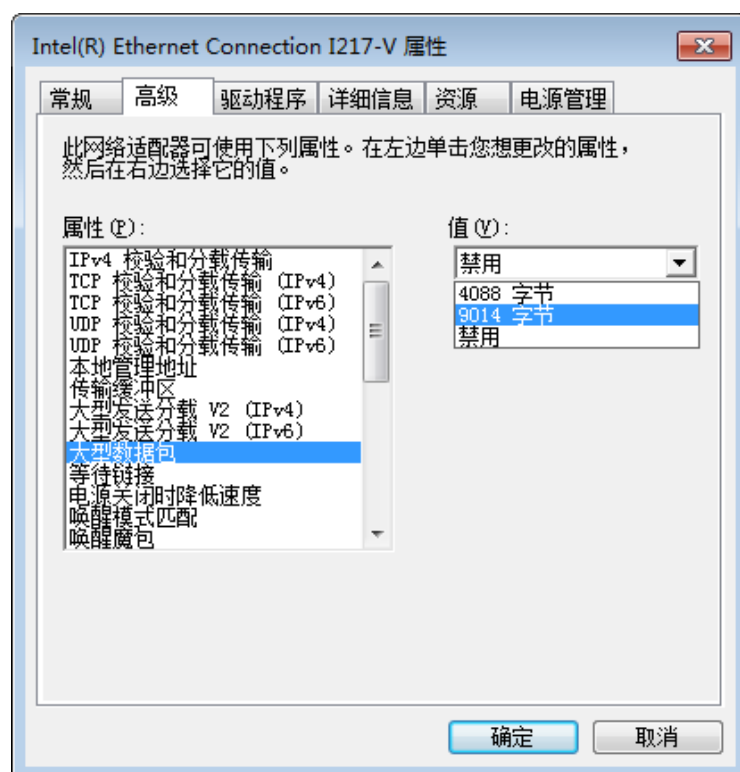

图3-3 网卡高级属性
- 依次点击控制面板—>硬件和声音—>设备管理器—>网络适配器，选中对应的网卡，打开属性中的高级菜单，本地网卡大型数据帧设置为 9014 字节，传输缓冲区和接收缓冲区均设置为 2048，中断节流率设置为极值。具体设置如图 3-3 所示。